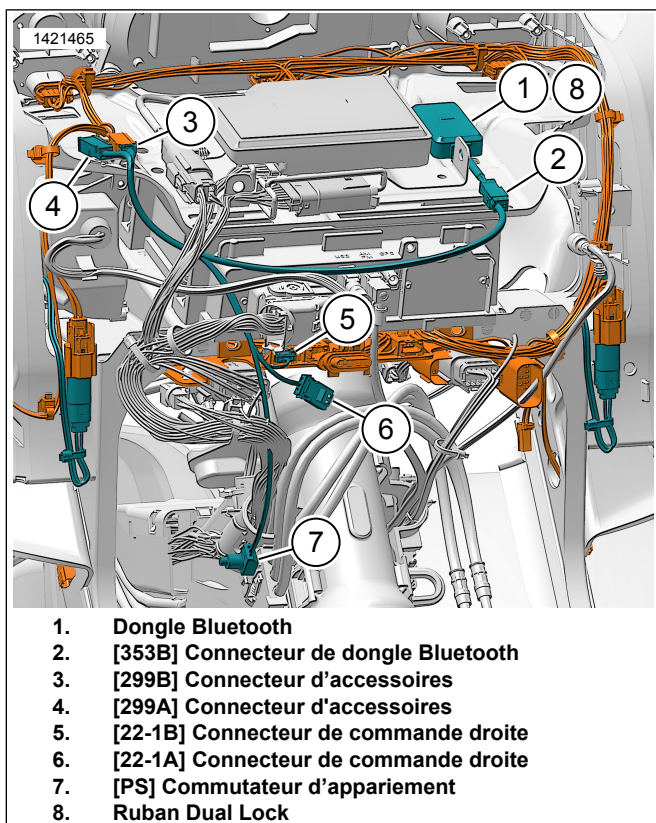

Figure 6. Faisceau de dongle Bluetooth pour carénage monté sur fourche (2014 et ultérieurs)
1. Voir la figure 6. Installer et acheminer le faisceau de dongle Bluetooth sous le carénage.